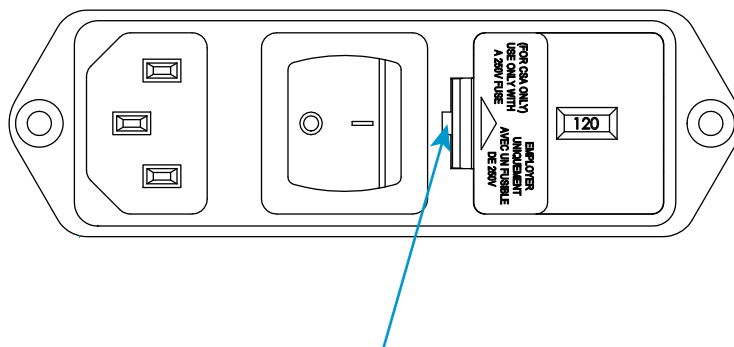

Figura 5. Estrazione del portafusibili
2. Inserire un piccolo cacciavite a testa piatta nello slot indicato nella Figura 5 a pagina 38 e spingere fuori il portafusibili.